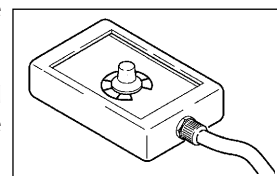

Fig. 6
2.2.2 Fjernbetjening med potentiometer RC16 til MMA- og TIG-svejsning (Fig. 6)